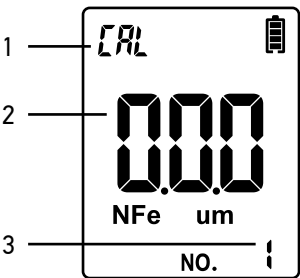

Рисунок 1
- Нажмите кнопку (1) и удерживайте ее в течение 3 секунд, чтобы войти в режим калибровки (рис. 1).
- На экране отображается значение толщины соответствующей точки. Если отображается явно ложное значение, используйте кнопки (3)/(4) для его корректировки и выполните измерение еще раз. После измерения точки 6 режим калибровки будет закрыт автоматически.
- Чтобы откалибровать одну точку из шести, выберите ее, нажимая кнопку (1).
- Для выхода из режима калибровки нажмите (1).